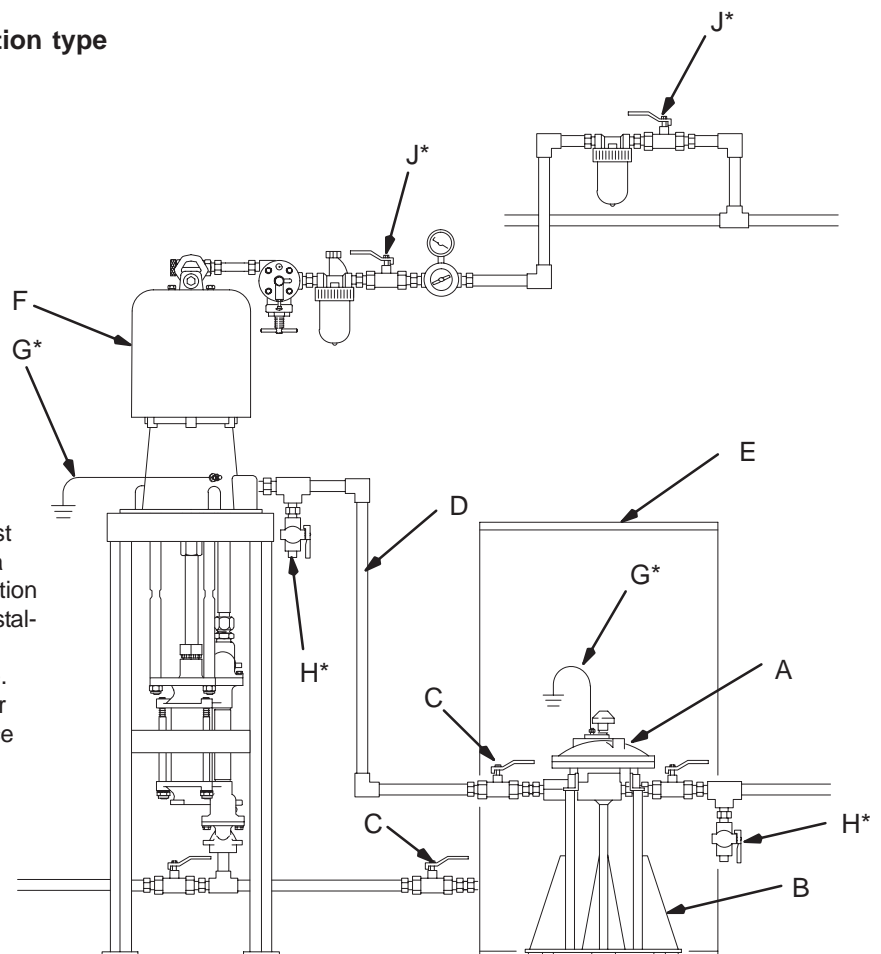

Fig. 3
(Voir Fig. 3)
Monter une vanne d'arrêt produit (C) en amont et en aval du réservoir antibélier pour isoler ce dernier en cas d'intervention sur celui-ci. Voir Fig. 3.